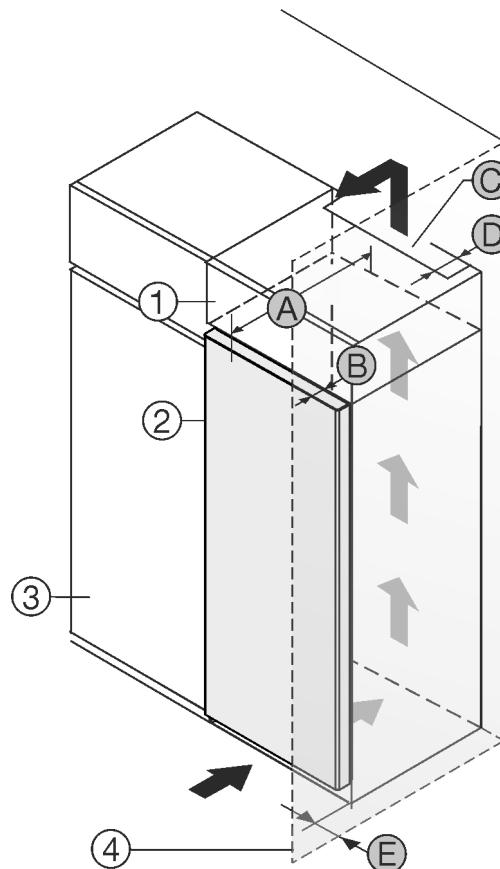

Fig. 1
Puteți amplasa aparatul direct lângă dulapul de bucătărie Fig. 1 (3).*
În partea din spate a dulapului suspendat trebuie să existe o fântă de aerisire cu grosimea Fig. 1 (D) pe toată lățimea dulapului suspendat.*
Sub tavanul încăperii trebuie să fie respectată secțiunea de ventilație Fig. 1 (C).*
Atunci când montați aparatul cu balamalele lângă un perete Fig. 1 (4), distanța dintre aparat și perete trebuie să fie de minim 13 mm.*
Astfel încât să puteți deschide complet ușa, aparatul trebuie să fie proeminent cu cel puțin adâncimea ușii Fig. 1 (B) față de suprafața frontală a dulapului de bucătărie. În funcție de adâncimea dulapurilor de bucătărie Fig. 1 (3) și utilizarea distanțierelor de perete, aparatul poate ieși mai mult în afară.*